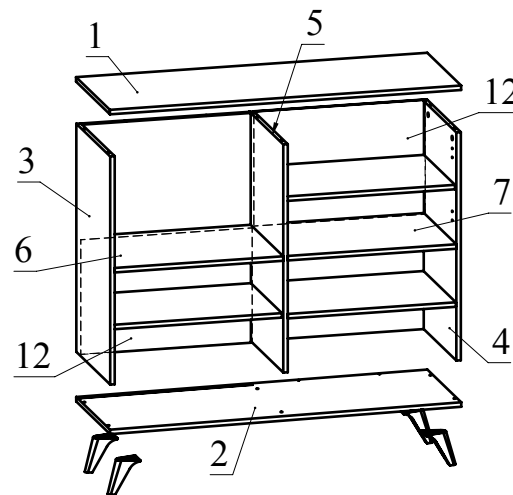

Рис.7
9. Вставьте задние стенки 12 из ДВП в пазы деталей 3, 4, 5, 6, 7 (Рис.7).
10. Установите детали 1 на детали 3, 4, 5 и зафиксируйте, повернув конфирматным ключом головки минификсов по часовой стрелке до упора (Рис. 7). Деталь 2 соедините с деталями 3, 4, 5 при помощи конфирматов.
11. Шурупами 3,5x20 прикрутите ножки к детали 2 (Рис. 7).